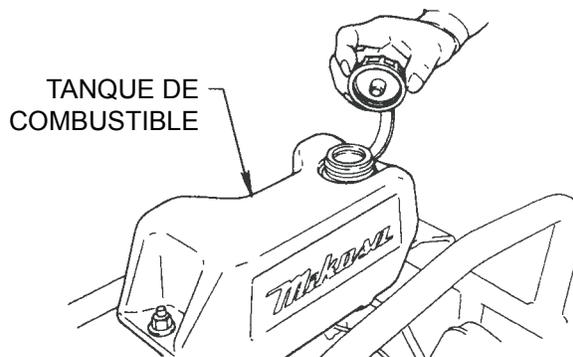
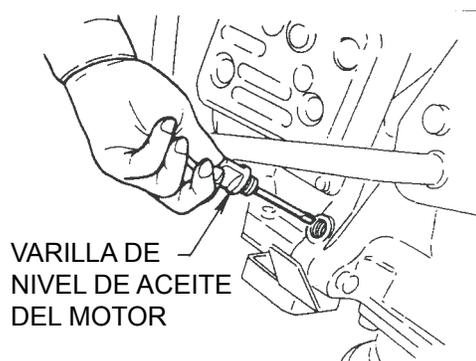

Figura 4. Tanque de combustible
Figura 5. Varilla de nivel de aceite del motor
1. Llene el tanque de aceite (Figura 4) con gasolina sin plomo. Al mismo tiempo, revise el aceite del motor y repóngalo con frecuencia (Figura 5).